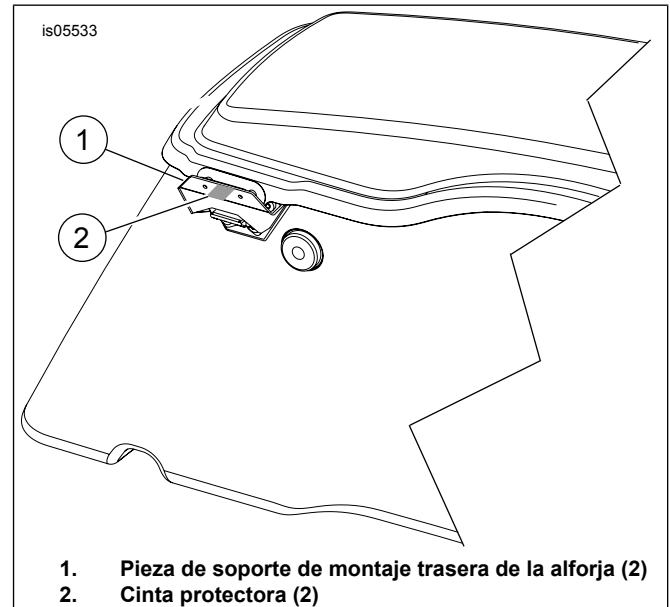

Figura 2. Aplique cinta protectora
5. Vea Figura 2 Aplique cinta protectora (2) a la pieza de soporte de montaje trasera de la alforja (1) en la alforja, en la ubicación que se muestra. Repita los pasos para el otro lado.